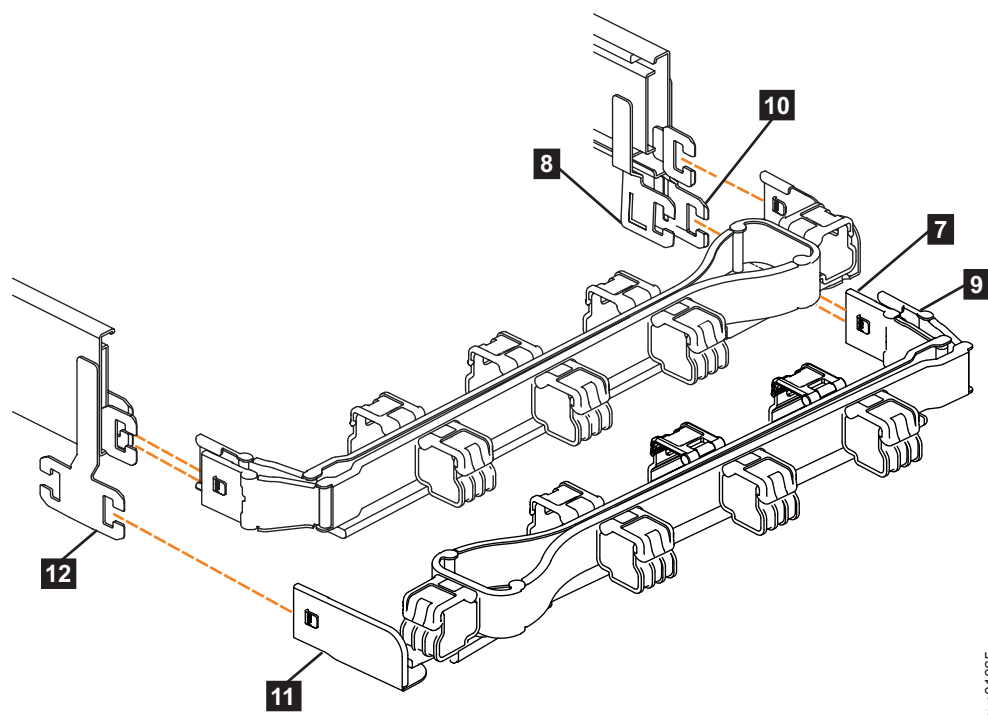

Figura 77. Comparando o local dos componentes dos conjuntos de CMA
Nota: O procedimento para conectar o conjunto de CMA inferior é o mesmo que o procedimento para conectar o conjunto de CMA superior. No entanto, os locais do conector são inversos. Para comparação, Figura 77 mostra os conjuntos superior e inferior de CMA, conforme eles são alinhados aos trilhos de suporte. O conector do trilho de suporte do CMA superior é preso ao trilho direito. O conector do trilho de suporte do CMA inferior **11** é preso ao trilho esquerdo.
5. Instale o conector interno do conjunto de CMA inferior (**7**) no membro interno do trilho de suporte direito (**8**), conforme mostrado em Figura 77).
6. Instale o conector externo do conjunto de CMA inferior (**9**) no membro externo do trilho de suporte direito **10**, conforme mostrado em Figura 77.
7. Prenda o conector do trilho de suporte no conjunto de CMA inferior (**11**) ao conector do trilho de suporte esquerdo (**12**), conforme mostrado em Figura 77. Assegure-se de que o conjunto de CMA inferior esteja preso firmemente aos ganchos no final dos trilhos de suporte.